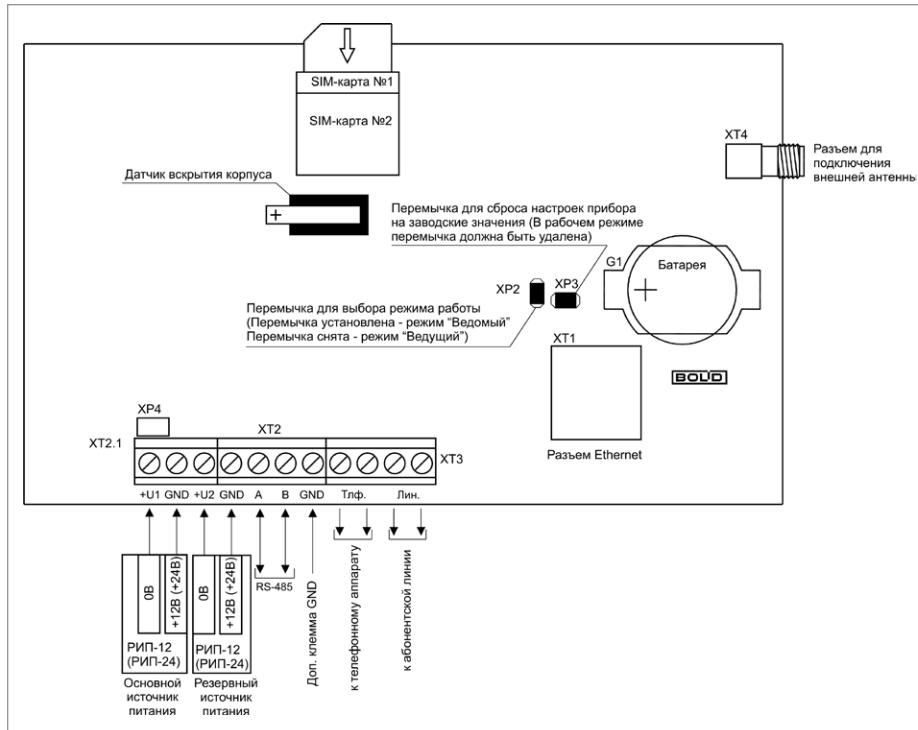

Рисунок 7.
1.3. Подключение соединительных линий производите в соответствии с проектной документацией и схемой на рис. 7.